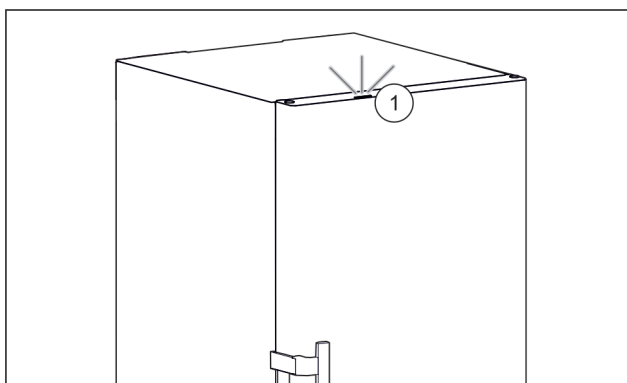

Fig. 61 Aktivní stavové světlo při zavřených dveřích
- Stavové světlo Fig. 61 (1) je aktivované.